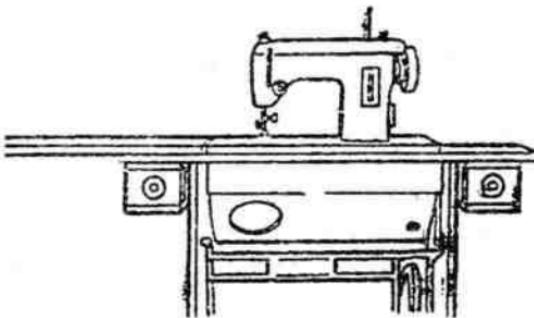

图 1-12 新式三斗藏缝纫机
4. 新式三斗藏式 这种缝纫机的台面比三斗藏式更大（图 1-12），机头放入方便，很受使用者欢迎。